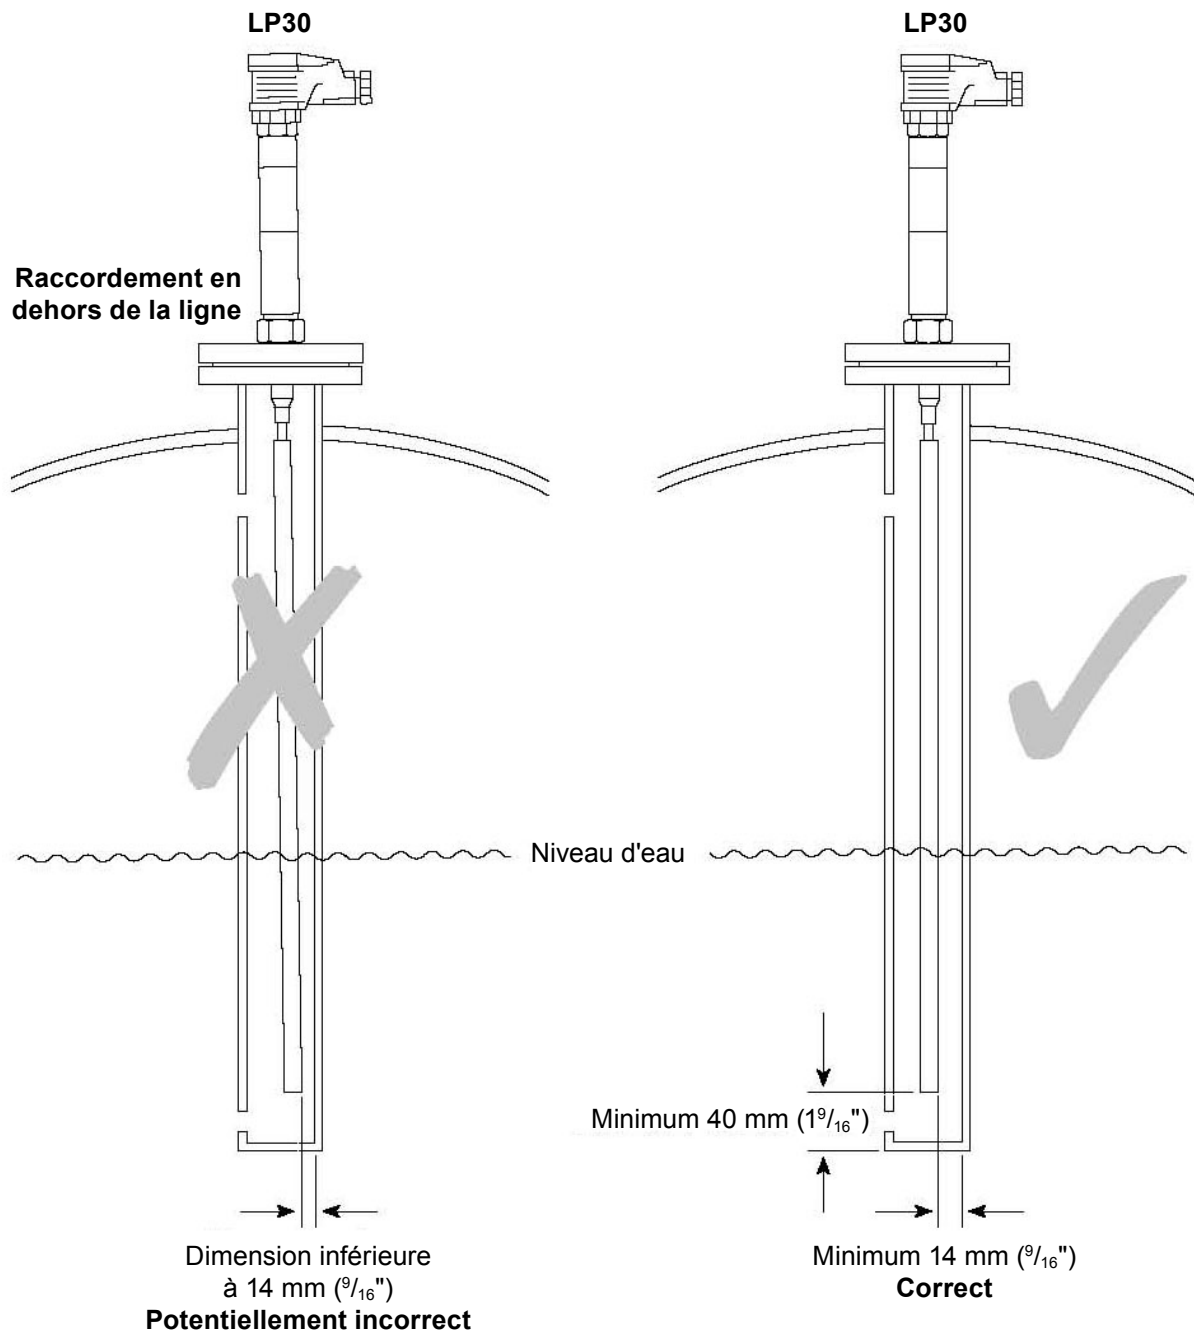

Fig. 9
Voir la Fig. 9 pour l'installation correcte de la sonde.
- Tube de protection pas assez éloigné (il doit y avoir au moins 40 mm d'espace entre l'extrémité inférieure du tube et l'extrémité inférieure de la sonde, voir Fig. 9).